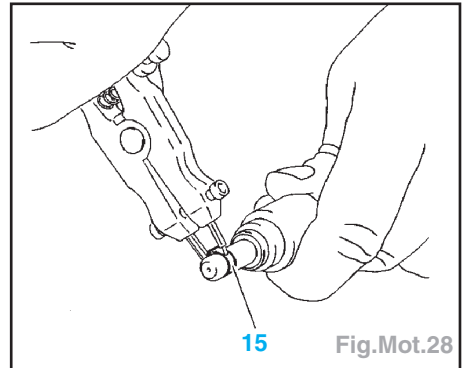

Fig.Mot.28
- Déposer le joint de combustion (15) à l'aide d'une pince à circlips en prenant soin de ne pas marquer l'injecteur (Fig.Mot.28).